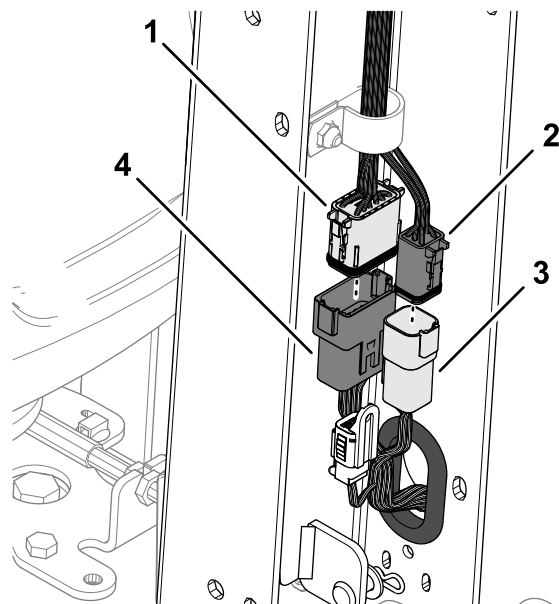

Figura 9
- Collegate il connettore a 12 pin del cablaggio preassemblato della macchina al connettore a 12 prese del cablaggio preassemblato della maniglia (Figura 9).